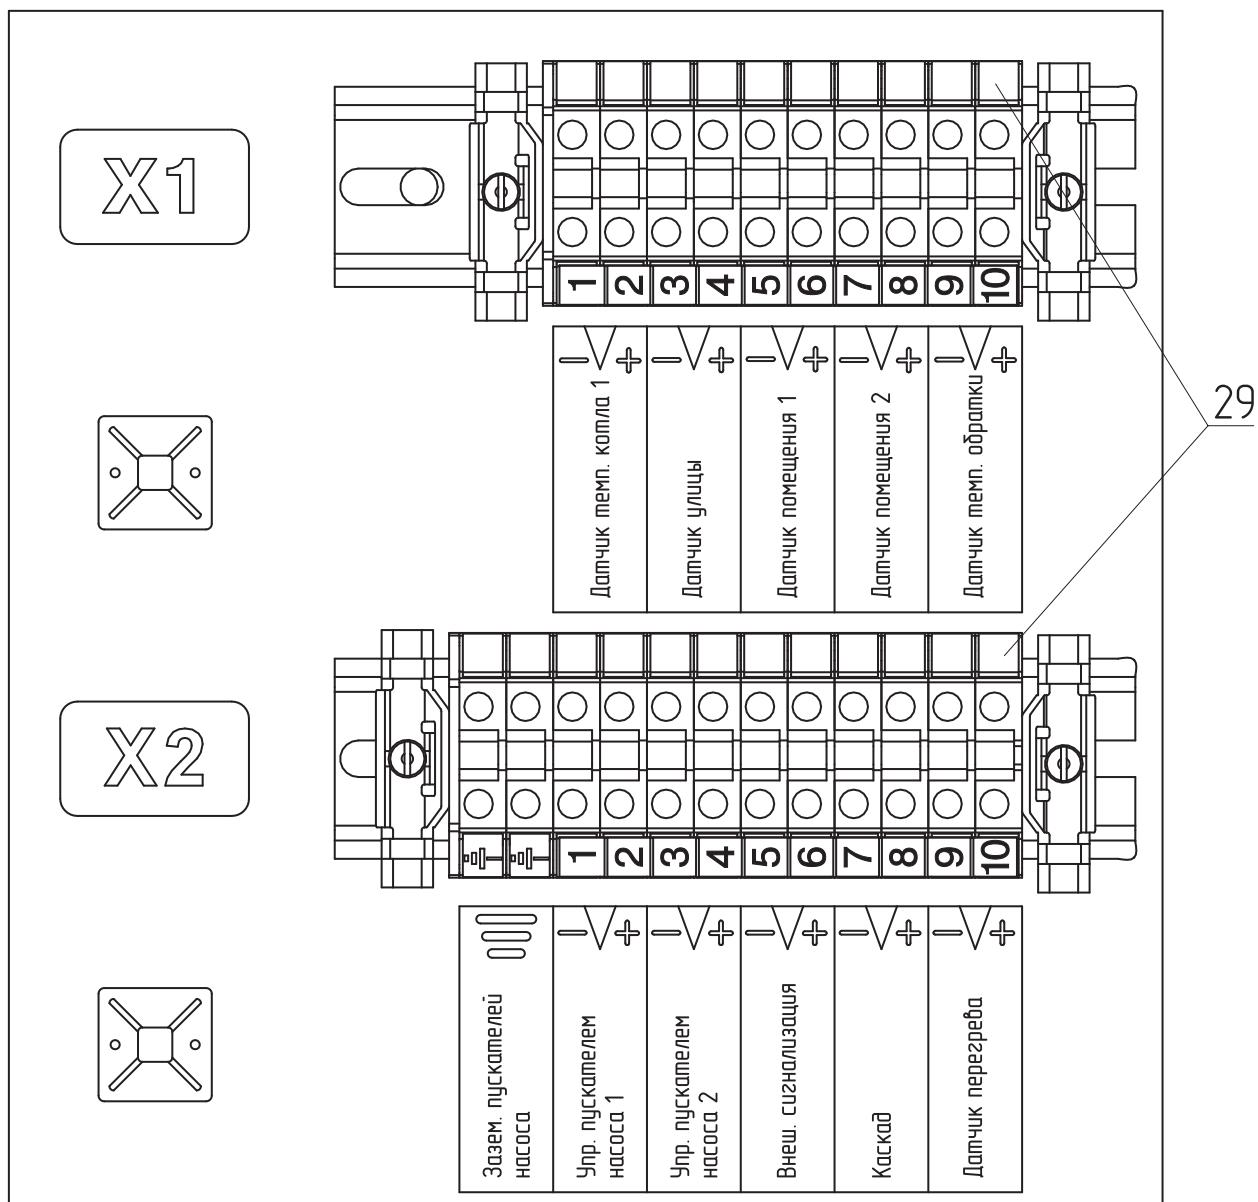
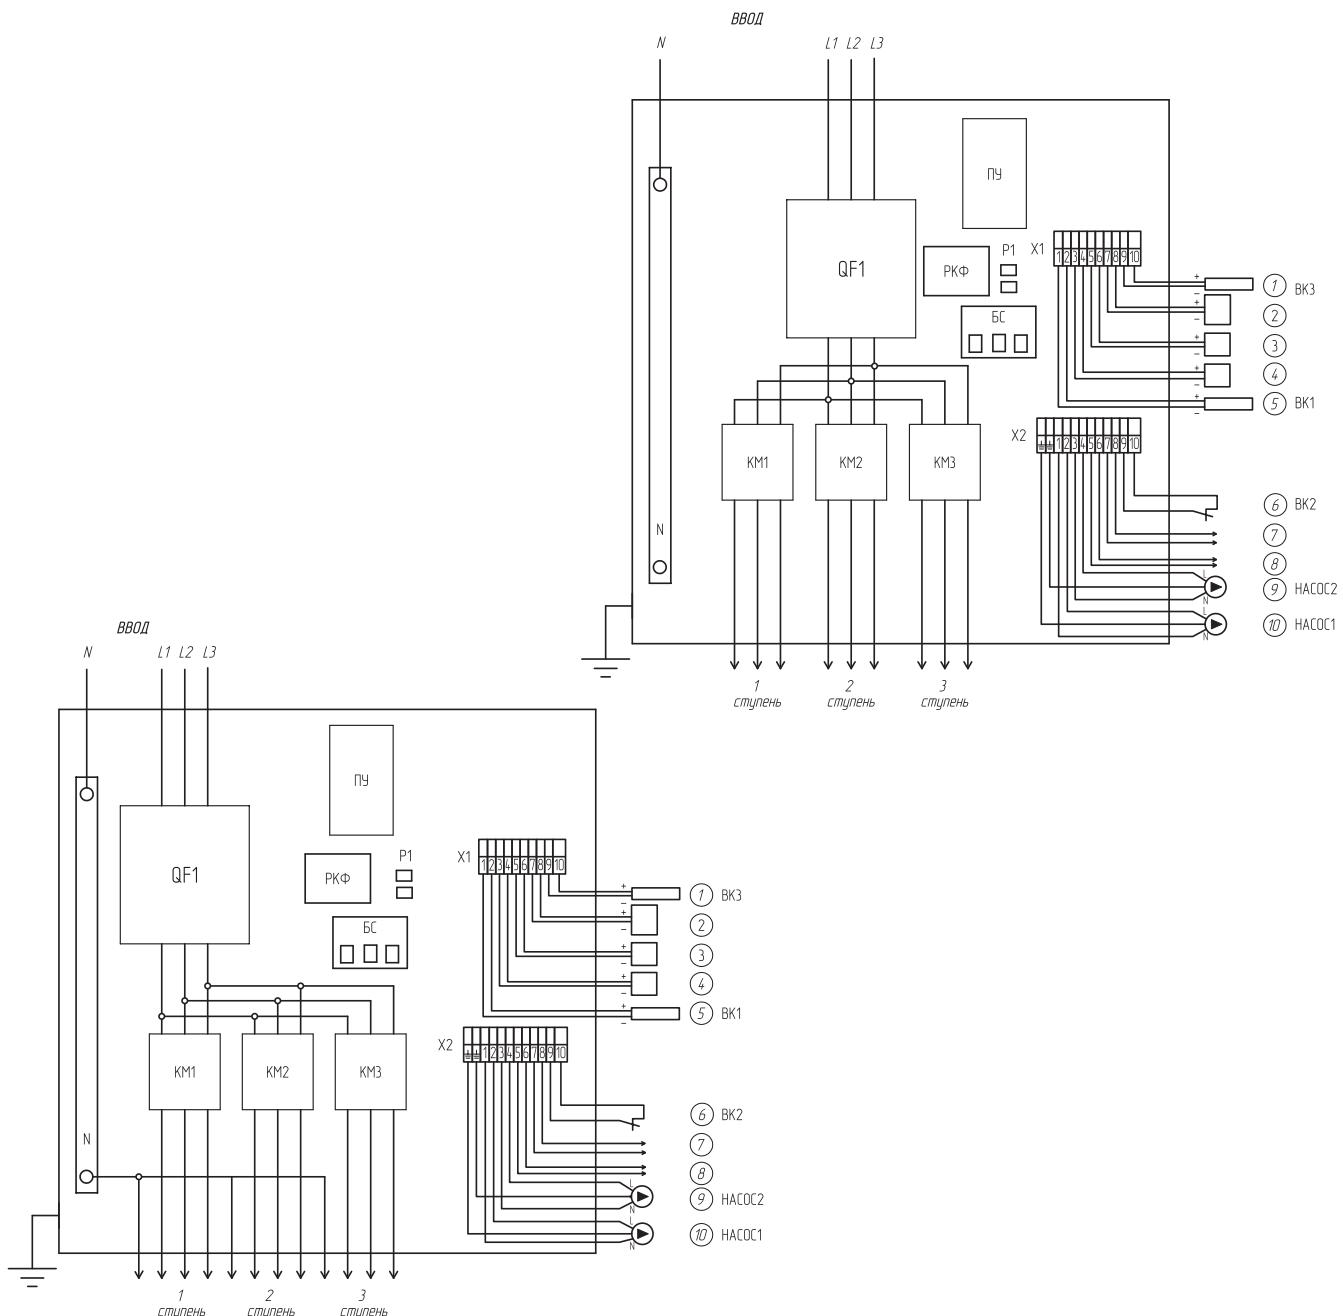

Рис.2 Клеммы подключения датчиков и дополнительного оборудования
Рис.4 Схемы подключения панелей управления
- Эксплуатация панели должна осуществляться только при условии ее подключения в соответствии со схемой электрического подключения (**Рис.2, Рис.4**);
1. Подключите панель управления к водонагревателю проводами или кабелями соответствующего сечения (исходя из мощности водонагревателя), согласно схеме подключений (**Рис.4**) настоящего паспорта и инструкции по эксплуатации.
2. Установите датчик температуры прямого теплоносителя на предназначено в водонагревателе место. Подключите датчик к монтажной колодке X1 в соответствии со схемами (**Рис.4**), обращая особое внимание на полярность подключения. Установите датчик перегрева в водонагревателе без прокладки, не прилагая большого усилия при закручивании. Установите датчик обратного теплоносителя на обратную магистраль системы отопления и подключите его к колодке X1, обращая особое внимание на полярность подключения.
3. Выполните заземление корпуса панели в соответствии со схемами подключений (**Рис.4**).